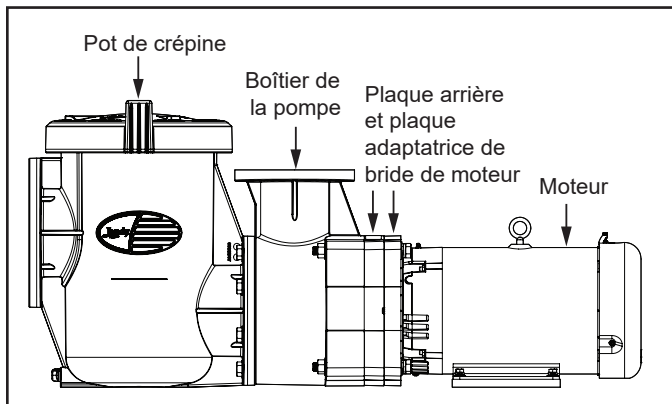

Figure 11. Pomme JCP avec ensemble pot de crépine
5. À l'aide d'une clé de 15/16 po, desserrer les huit (8) vis hexagonales de 5/8 po fixant l'ensemble du pot de crépine au corps de pompe / moteur. Voir les Figures 11 et 12.